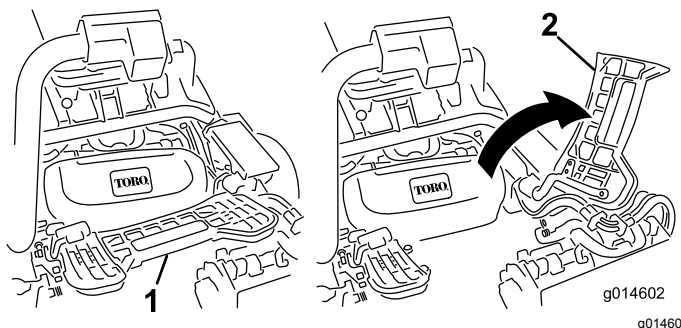

Figura 28
1. Sollevate il poggiapiedi e ruotatelo fino all'apertura, per consentire l'accesso alla posizione dell'apparato di taglio centrale. (Figura 28)